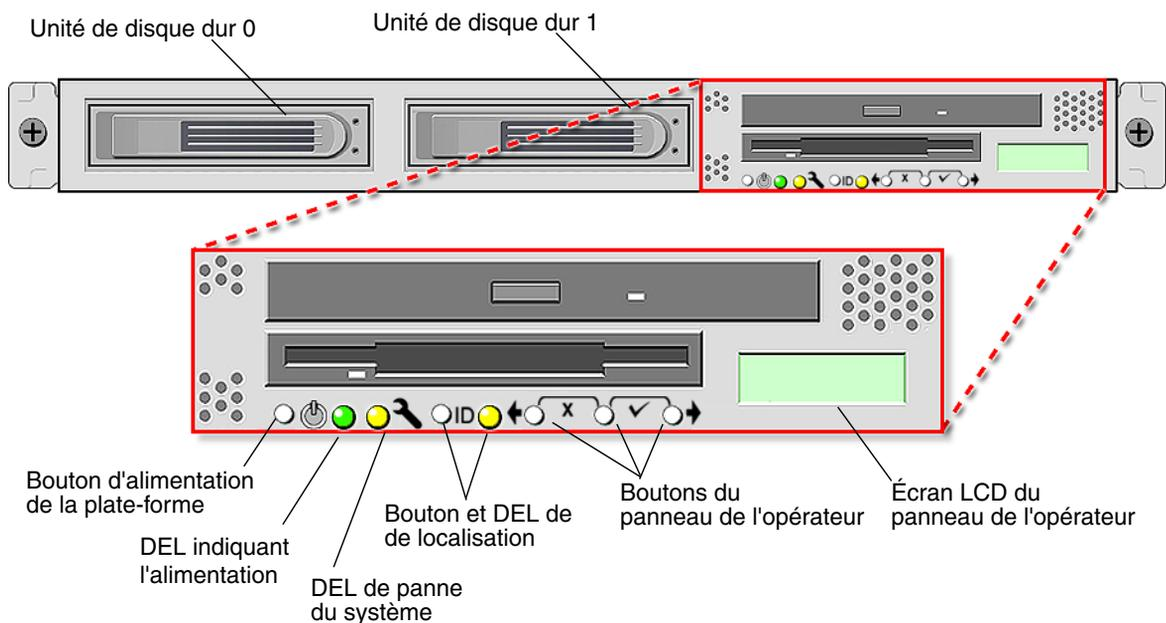

FIGURE 1-1 Panneau frontal du serveur Sun Fire V20z
La FIGURE 1-1 illustre le panneau frontal du serveur Sun Fire V20z.
- La FIGURE 1-1 illustre l'emplacement du panneau de l'opérateur sur le panneau frontal du serveur Sun Fire V20z.